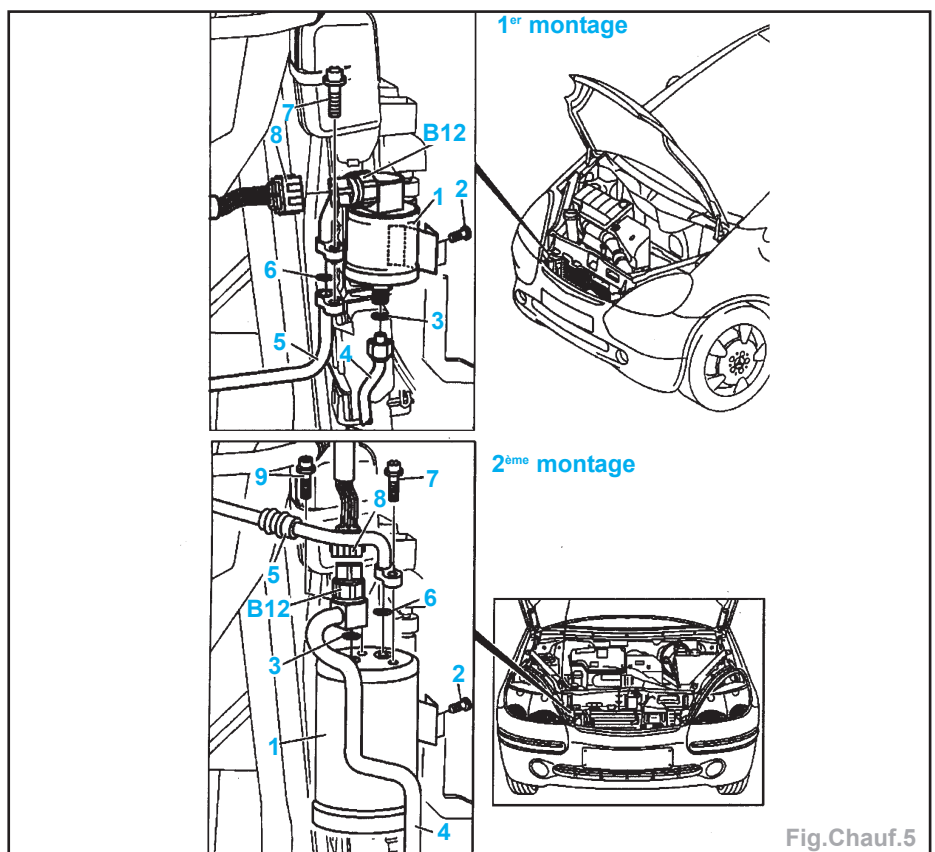

Fig.Chauf.5
- Avant le remplissage du circuit, il faut remplacer le réservoir de frigorigène (Fig.Chauf.5) :
- débrancher la fiche (8) du capteur (B12),
- débrancher le transmetteur de pression (B12) du réservoir (1),
- le filet de la conduite (4) suivant le montage.